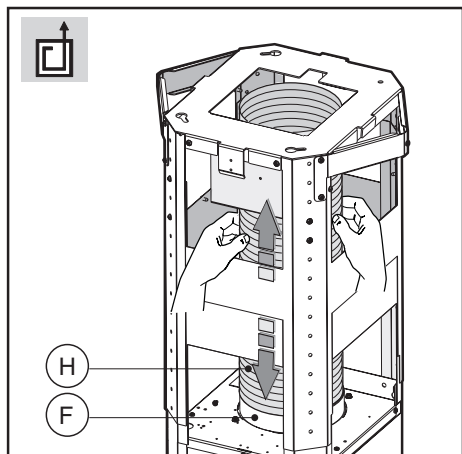

Fig.8
-**Version évacuation extérieure** : reliez le tuyau flexible **H** (non fourni) à l'orifice d'évacuation de l'air préparé au préalable. Fixez le tuyau à la bride de raccordement **F** (fig. 8).